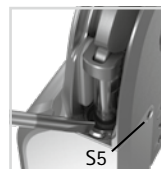
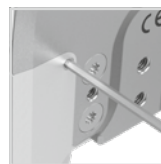

fig. 28
fig. 29
Ne tournez la bague de guidage du piston (fig. 28) que lorsque l'ensemble fonctionnel a été monté sur la partie inférieure de l'articulation afin d'éviter tout endommagement de l'ensemble fonctionnel.
- 9 Desserrez légèrement la vis (S5, fig. 28) avec la clé à six pans creux (fig. 29).
- 10 Ajustez la bague de guidage du piston (fig. 28) de l'ensemble fonctionnel avec un tournevis plat. Lorsque la partie supérieure touche légèrement les amortisseurs à joint torique, un écart minimal devrait apparaître entre l'ensemble de rouleur et le disque pour butée de flexion. L'articulation modulaire ne peut pas se déverrouiller si la bague de guidage du piston ressort trop. Si elle est trop enfoncée, il se forme du jeu lorsque l'articulation modulaire est verrouillée.
- 11 Serrez légèrement la vis (S5, fig. 28) avec la clé à six pans creux jusqu'à ce que la bague de guidage du piston ne puisse plus bouger (fig. 29).
Ne serrez pas la vis (S5, fig. 28) à un couple plus élevé que nécessaire, car sinon le piston ne peut plus remonter depuis la position inférieure.